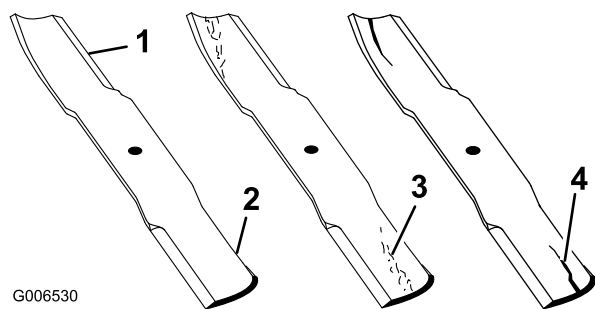

Figura 25
4. Verificate accuratamente i taglienti, con particolare attenzione ai punti d'incontro delle sezioni piatta e curva della lama (Figura 25).
Nota: Sabbia e materiali abrasivi possono consumare il metallo che connette le sezioni piatta e curva della lama, per cui si consiglia di controllare la lama prima di usare la macchina. Se notate che la lama è usurata (Figura 25), sostituirla; vedere Rimozione della lama.
Se continuate ad usare la lama usurata, si forma una scanalatura tra la costa e la sezione piatta della lama (Figura 25). Alla fine, un pezzo di lama può staccarsi e venire lanciato dal sottoscocca, con il rischio di ferire gravemente voi o gli astanti.